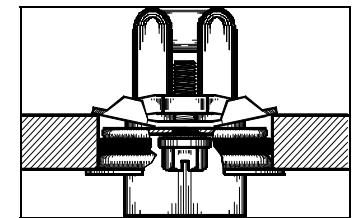

Figure 3 - Chauffe-bloc bien serré dans le bloc.
7. Serrez la vis de verrouillage dans le sens horaire, à un couple maximal de 2,26 à 2,82 N·m (20 à 25 po·lb) (fig.3).